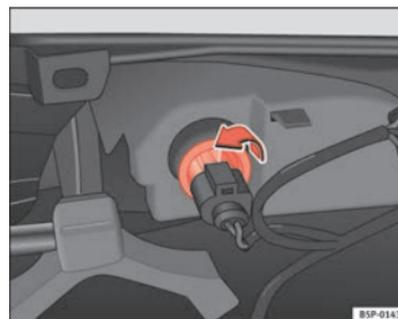

Fig. 195 Feu de la face intérieure du pare-chocs
- Tournez la douille d'ampoule vers la gauche puis retirez-la dans le sens de la flèche ⇒ fig. 195.